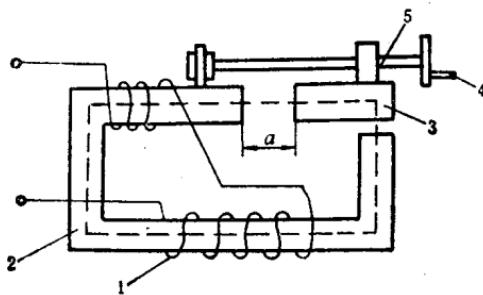

图 1-6 电抗器结构
0.35~0.5毫米厚的硅钢片叠成的。电抗器的结构如图1-6所示，在铁心中间部分的线圈每匝间距很小，以减小铁心尺寸。在铁心外侧部分的线圈每匝间距较宽，有利于散热。